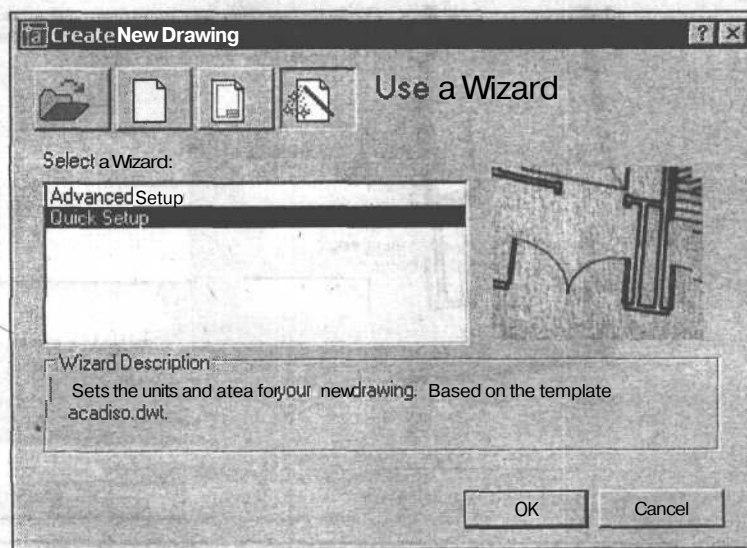
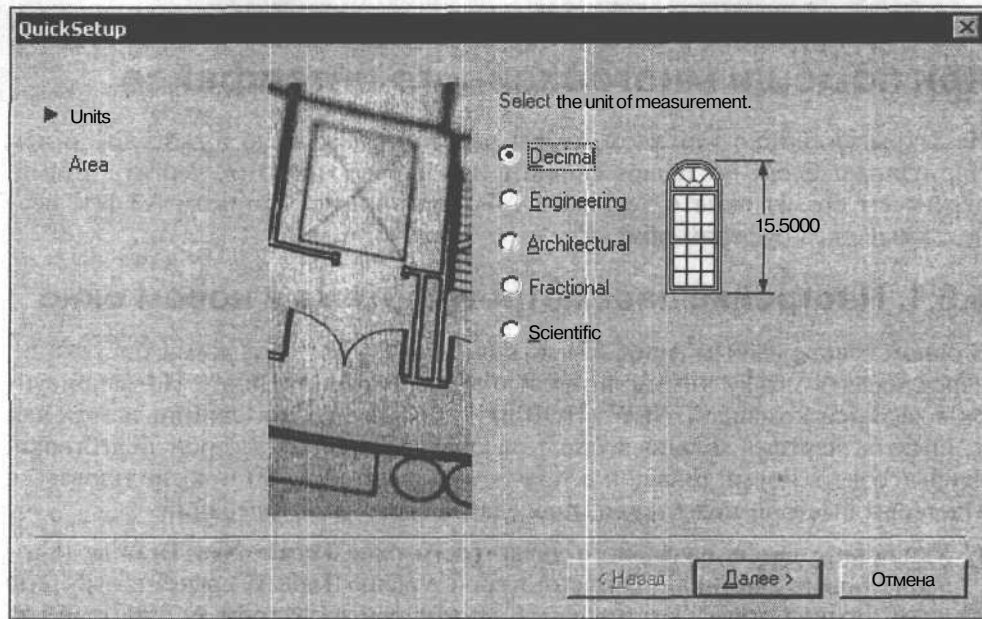

Рис. 5.14. Окно вызова Мастера
Рис. 5.15. Первое окно Мастера быстрой подготовки
2. Откройте меню **File** (Файл) и выберите в нем **New** (Создать) (см. рис. 2.1). Появится диалоговое окно **Create New Drawing** (Создание нового рисунка) (см. рис. 5.14).
3. Вызовите Мастера быстрой **подготовки**, щелкнув мышью в окне **Create New Drawing** (Создание нового рисунка) на кнопке **Use a Wizard** (Вызов Мастера) (рис. 5.14), а затем, выбрав в списке **Select a Wizard** (Выберите Мастер) строку **QuickSetup** (Быстрая подготовка), щелкните мышью на кнопке **OK** в нижней части окна. Появится диалоговое окно **QuickSetup** (Быстрая подготовка) (рис. 5.15).